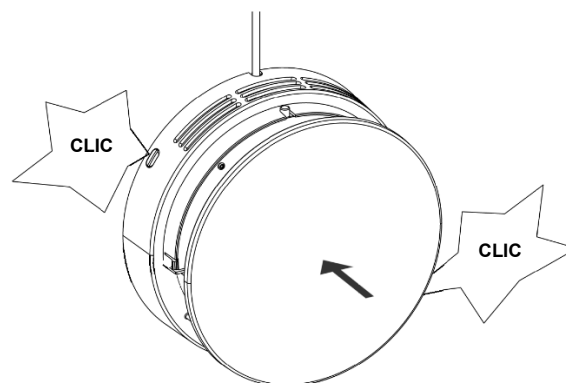

Figure 17 - Replacez la centrale dans le mur.
5. Replacez la centrale dans le mur et enfoncez-la avec précaution jusqu'à ce que les encoches s'enclenchent (voir Figure 17 ci-dessous).